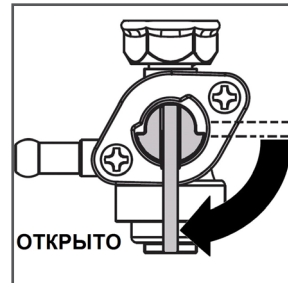

Рис. 10 Топливный кран открыт
4. Откройте топливный кран переводом рычага в вертикальное положение (Рис. 10).